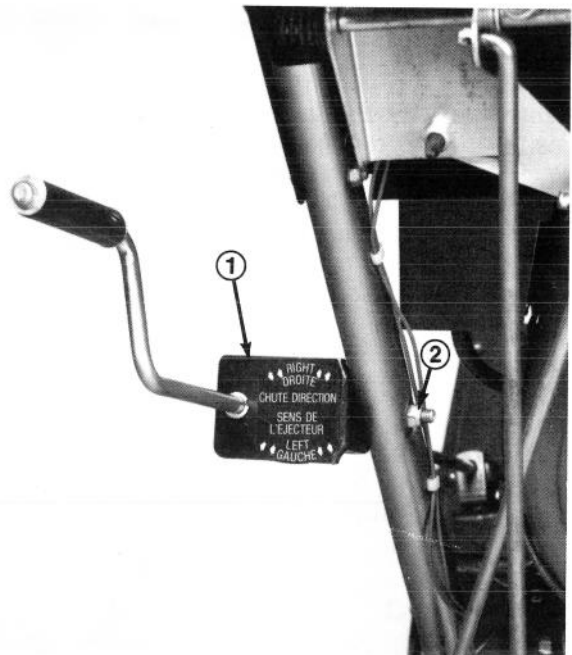
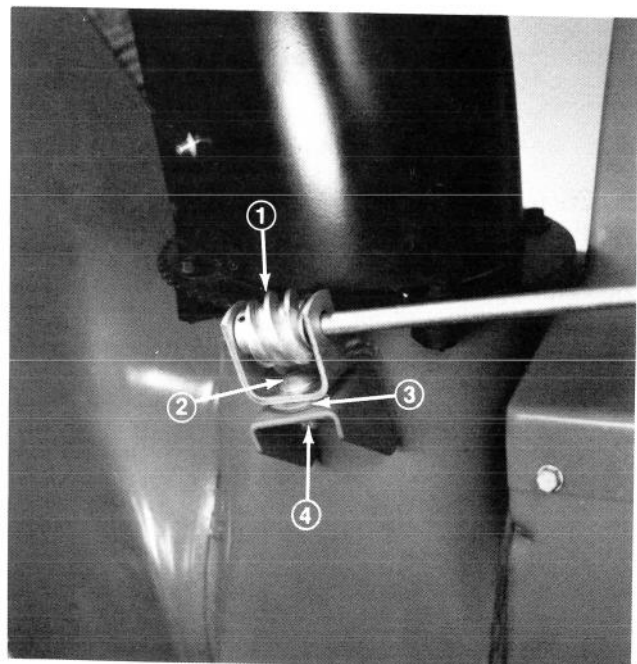

Figure 10
Figure 11
6. Posez le support et la tige de commande d'éjecteur sur le côté gauche des mancherons à l'aide d'une vis à tête et d'un écrou de blocage, mais ne serrez pas l'écrou de blocage (Fig. 10).
7. Appliquez de la graisse à toutes fins No 2 sur la roue d'engrenage de vis sans fin. Ensuite, fixez le support de vis sans fin et la vis sans fin sur le dessus de la collerette de montage à l'aide du boulon de carrossier, de la rondelle pyramidale, de la rondelle plate et de l'écrou de blocage conique (Fig. 11). Ne serrez pas l'écrou de blocage.
8. Appuyez bien la vis sans fin sur les dents de l'anneau de retenue, puis serrez l'écrou de blocage (Fig. 11). Serrez aussi l'écrou de blocage qui maintient le support de retenue de commande d'éjecteur sur le mancheron gauche (Fig. 10).